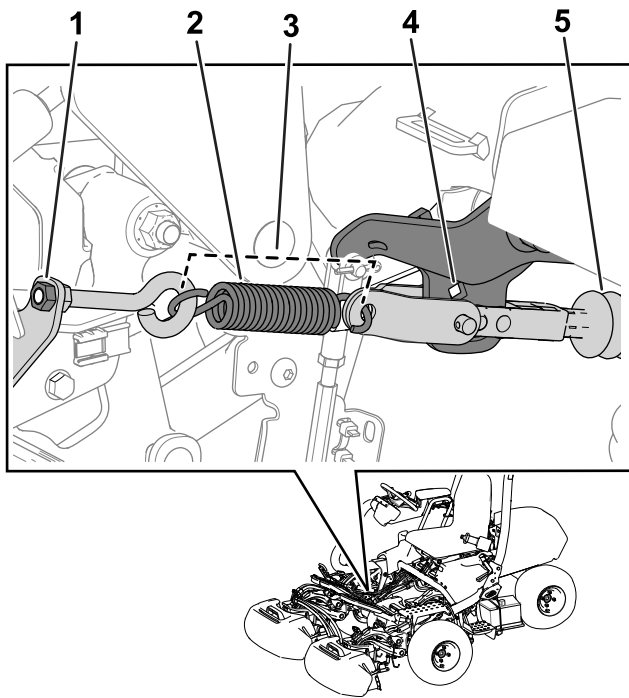

図 32
注 手順については図 32を参照。
5. アイボルトをスプリングブラケットに固定しているナットをゆるめてスプリングのテンションを解除する 図 32。
3. スプリングを 図 32 のように取り付ける。
4. アイボルトのナットを締め付けてスプリングの長さ取り付けた状態を 11.4 cm にする 図 32。